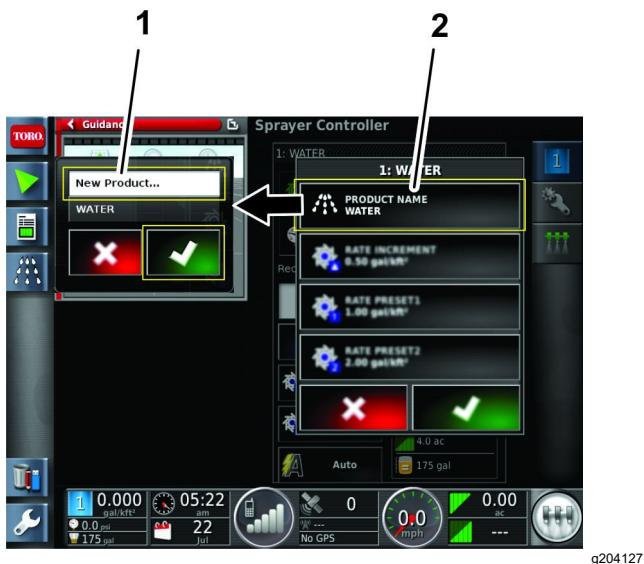

图 27
5. 在产品配置窗口按产品选择列表图标 图 27。
6. 按新产品...图标然后按确认图标图 27。